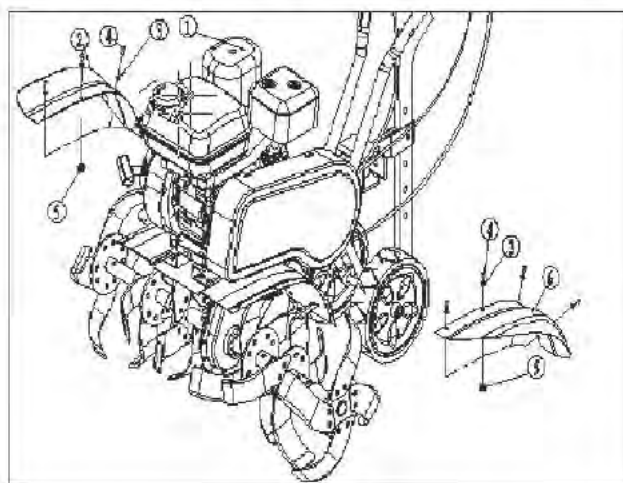

РИС.6
Установите правую ② и левую ⑥ защиты на корпусе культиватора ① как показано на рис.6. Надежно зафиксируйте защиты при помощи M6x14 шестигранных болтов ③, проставок ④ и M6 самоконтрящих гаек.